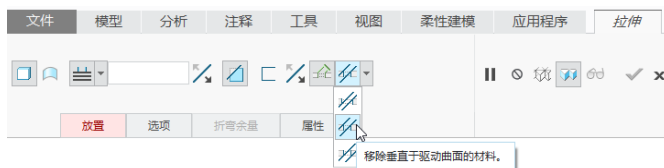

图 1-258 “拉伸”选项卡
(1) 单击□（拉伸）按钮，打开“拉伸”选项卡。
(2) 在“拉伸”选项卡中，□（移除材料）按钮和□（移除与曲面垂直的材料）按钮默认处于被选中的状态，从“切口类型”下拉列表框中选择□（移除垂直于驱动曲面的材料）图标选项，如图 1-258 所示。